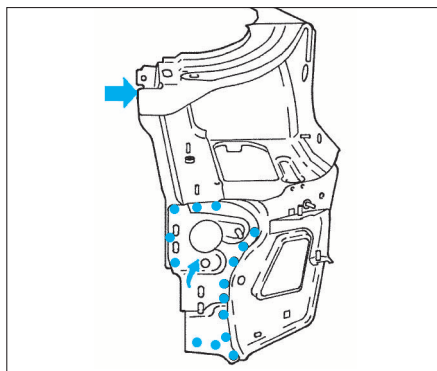

FIG. 14
- Souder à la pointeuse électrique (2).
- Souder à la pointeuse électrique (Fig.14).